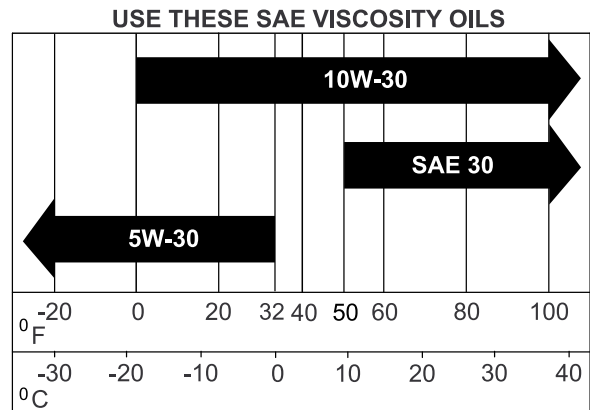

Figura 47
3. Llene el cárter con el tipo correcto de aceite nuevo (Figura 47).